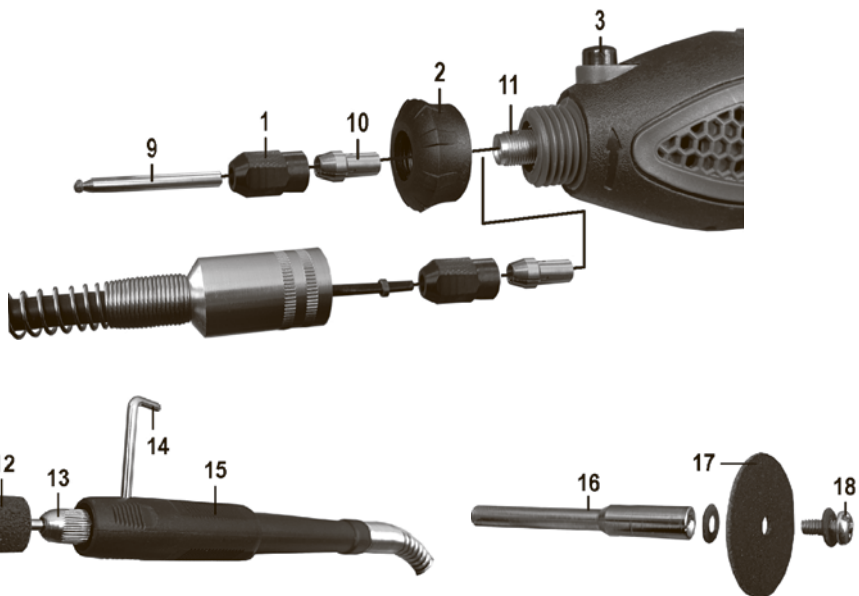

Рис. 2 Установка рабочего инструмента и гибкого вала.
- установить в шпиндель поз. 11 (рис. 2) цангу поз. 10, размер которой соответствует устанавливаемому рабочему инструменту;
4.5. Для использования при работе гибкого вала, входящего в комплект поставки, необходимо открутить втулку пылезащитную поз. 2 и установить на гравёр гибкий вал согласно рис. 2.